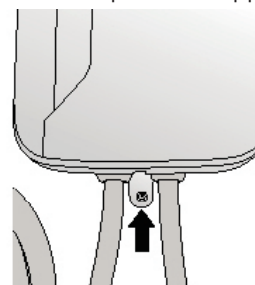

Figure 4-3.
4. Voir Figure 4-3. Fixez la patte de support au mur.